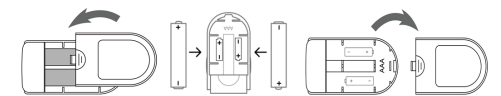

Figura 3. Montarea bateriilor
- Consultați Figura 3 și introduceți corect cele două baterii de dimensiune AAA în direcția corectă.